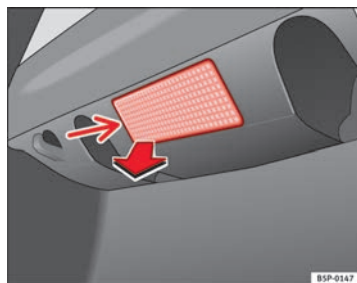

Fig. 166 Luz maletero
- Extraiga la tulipa haciendo presión sobre el borde de la parte inferior de la misma -flecha- con ayuda de un destornillador por su parte plana ⇒ fig. 166.